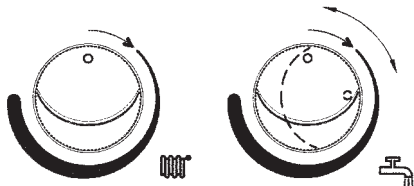

Figure 17B
- 2) lorsque le bouton 7 est sur cette position, le faire tourner 2 fois de suite rapidement ( $\sim 1/4$  de tour) dans le sens des aiguilles d'une montre comme le montre la figure 17B.
- 2) lorsque le bouton 6 est sur cette position, faire deux rotations rapides et consécutives (~1/4 de tour) dans le sens des aiguilles d’une montre, comme le montre la figure 17B.